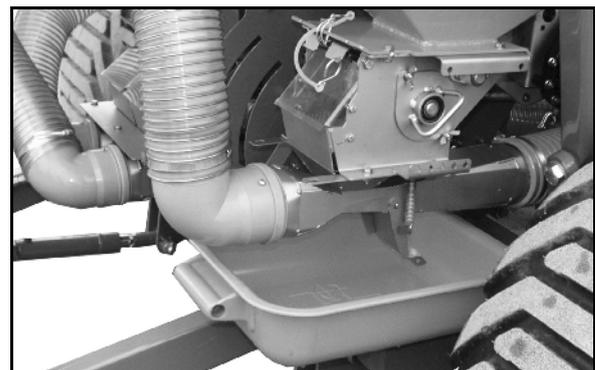

Fig. 97
4. Dispensado de abono: Colocar la tolva de dispensado debajo del dosificador de abono (Fig. 97).